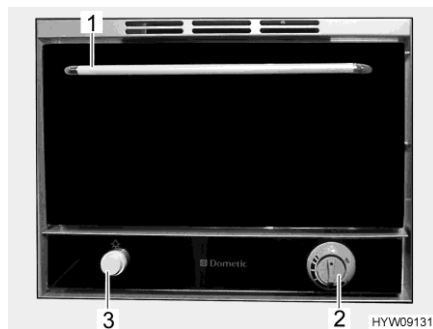

Fig. 90 Forno a gas
- Premere il tasto per illuminazione (Fig. 90,3). L'illuminazione interna è accesa, finché si tiene premuto il tasto.
- Aprire completamente lo sportello del forno dalla maniglia (Fig. 90,1).
- Premere, tenere premuto e ruotare in senso antiorario il pomello girevole (Fig. 90,2) fino a portarlo sull'impostazione desiderata. Tenere premuto il pomello girevole (Fig. 90,2) per altri 5 a 10 secondi. L'accensione avviene automaticamente.
- Rilasciare il pomello girevole (Fig. 90,2).
- Premere, tenere premuto e ruotare in senso orario il pomello girevole (Fig. 90,2). Tenere premuto il pomello girevole (Fig. 90,2) per altri 5 a 10 secondi. L'accensione avviene automaticamente.
- Ruotare il pomello girevole (Fig. 90,2) su "O". La fiamma si spegne.